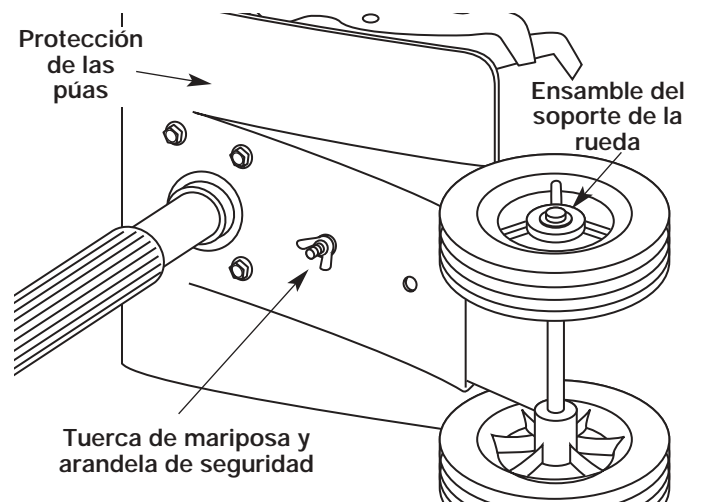

Figure 2
1. Con la unidad sobre su lado, coloque el ensamblaje de soporte de la rueda en el lado inferior de la protección de las púas (Fig. 2).
3. Instale una arandela de seguridad y una tuerca de mariposa en cada uno de los pernos de la parte superior de la protección de las púas (Fig. 2).